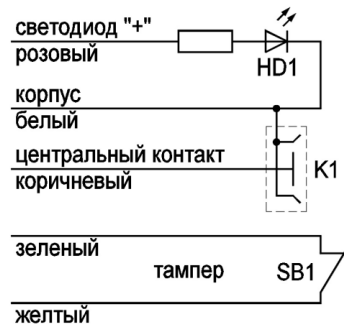

Рис.2 Назначение проводов УДС-ВТ
4. Подключить УДС-ВТ в соответствии с обозначением проводов УДС-ВТ (см. рисунок 2).